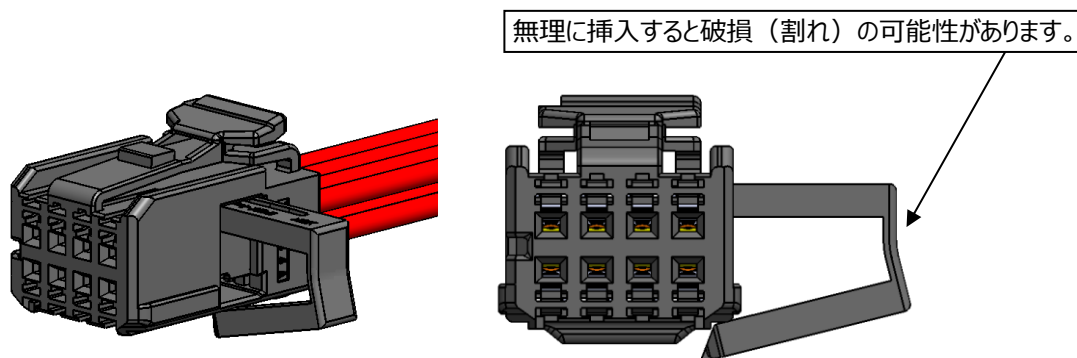

図 30 リテーナ非正規挿入
④図.30 に示すような正規位置以外に無理に挿入しないでください。
- ①メスリテーナは正規の向き・位置以外では挿入しないで下さい。破損・変形の恐れがあります。(図 30,31 参照)
- ②破損・変形のあった場合は、使用せず新品と交換して下さい。